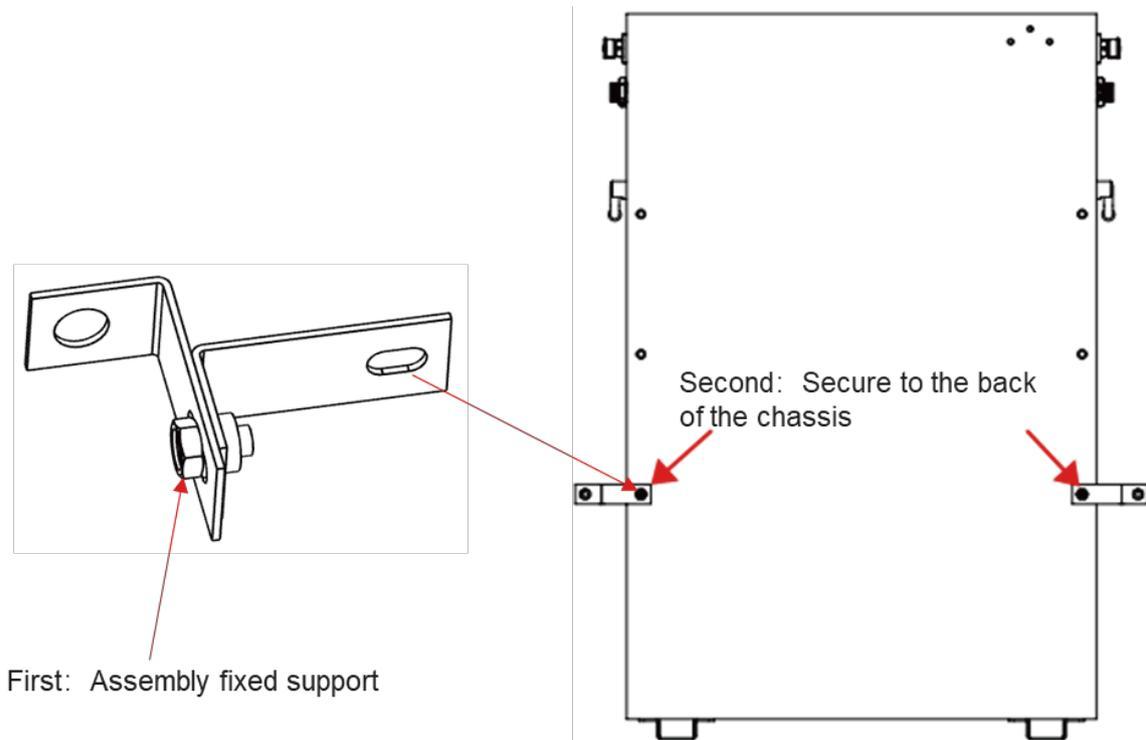

Figura 5-4
a) Utilizzare le 4 viti di M6*10 per fissare le orecchie di ritenuta sinistra e destra sul retro della batteria, come mostrato in Figura 5-4.